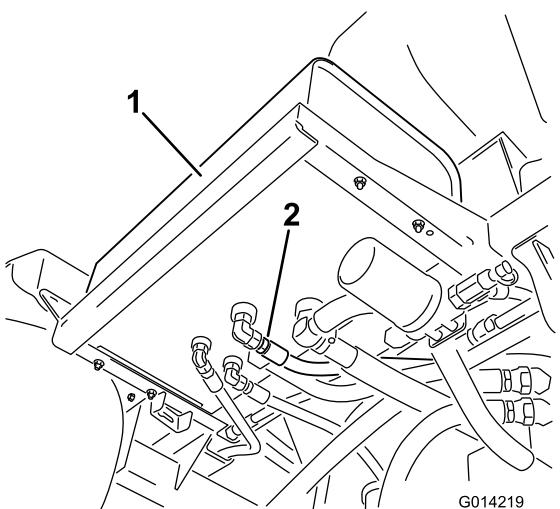

图 98
2. 清洁液压油箱底部的1个液压软管接头周围的区域 图 98。
4. 从油箱上拆下软管接头将油排放到盘中 图 98。